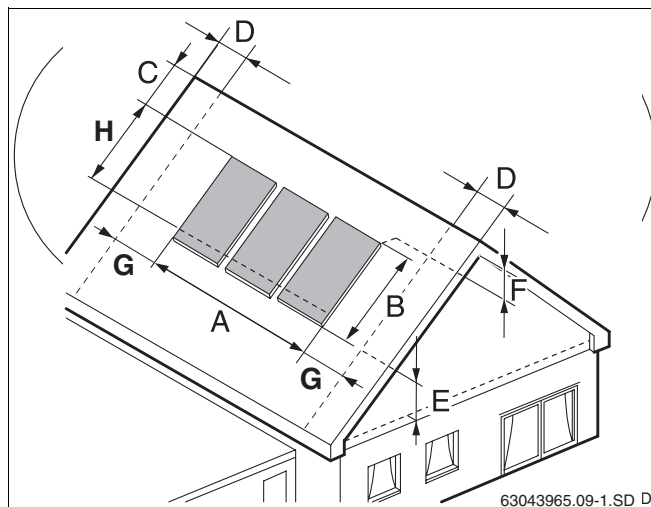

Fig. 11 União das calhas telescópicas
- Encaixar as calhas telescópicas umas nas outras e apertar com o parafuso M8 x 20 (fig. 11).